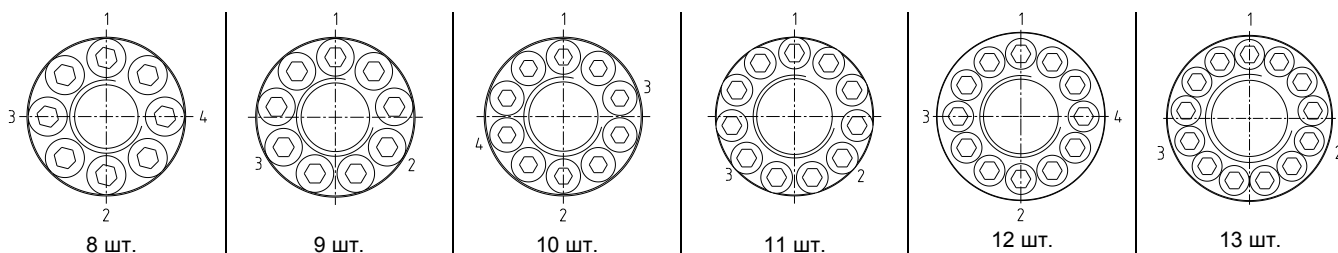

Рис. 6: Затяжка нажимных винтов
- Отмеченные на рис. 6 нажимные винты затянуть вручную.
- Эти винты (рис. 6) затянуть на половину величины момента затяжки, указанного в таблице 2 и затем на полную величину момента затяжки, указанного в таблице 2.